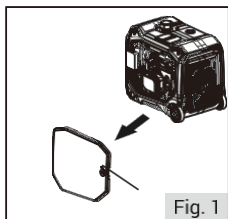

Fig. 1
1. Retire la cubierta (fig. 1 - 1).